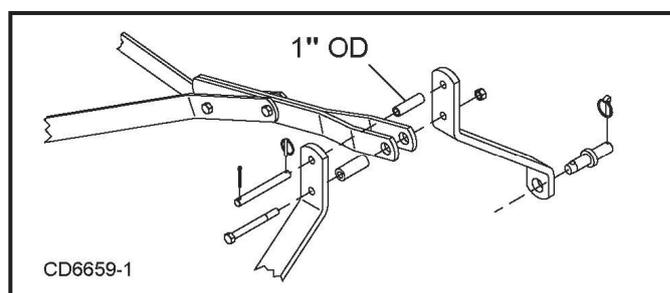

Figura 2. DS96 Cat. 2 engate padrão de conexão DS96 engate rápido de categoria 2
- Conecte o braço superior (3º ponto) do trator à estrutura "A" da cortadora usando os furos superiores e a luva com DE de 1" (2,5 cm). A articulação deve ser colocada nos orifícios inferiores da estrutura "A". Veja a Figura 2.